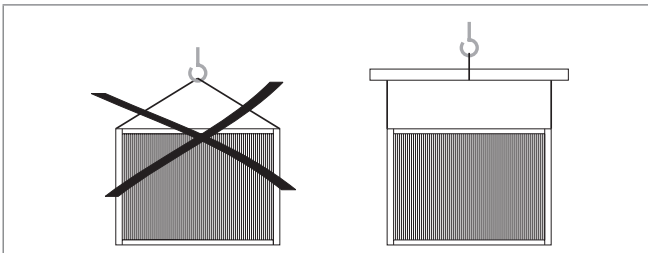

Bild 26: Den Tauscher nicht punktförmig aufhängen!
- Generell gilt: Den Tauscher nicht punktförmig, sondern immer über einen Kranbalken aufhängen (Bild 26).